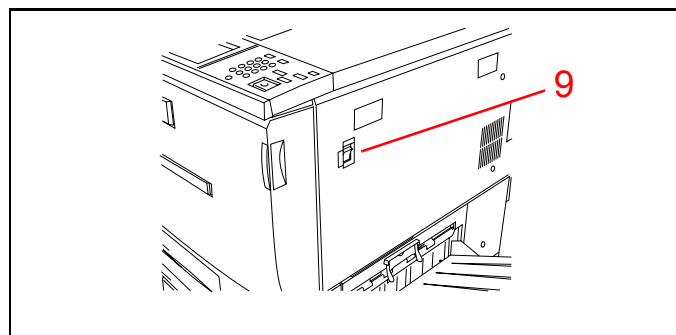

Figur 1
Se figur 1.
4. *Læg papiret i magasinet, som vist i figur 1. Papiret må ikke overstige max.-linien. Sørg for, at papiretstakkens kanter ligger lige.*